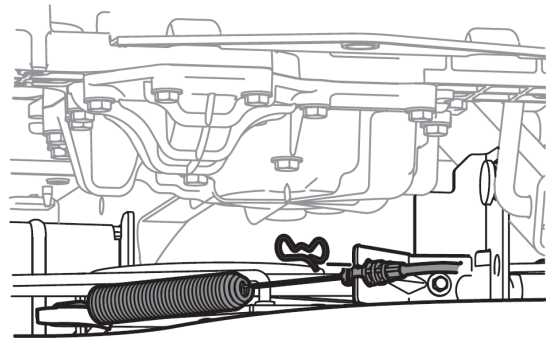

Figure 40
7. PTOケーブルをデッキのブラケットに固定している蝶ネクタイクリップを取り外し、PTOケーブルをブラケットから引き出し、スプリングをアイドルブラケットから外します。図40を参照してください。